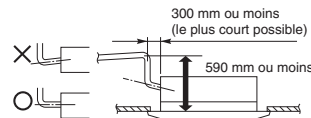

Fig. 3-12
- S'il est nécessaire d'augmenter la hauteur du tuyau de vidange, le tuyau peut être surélevé d'un maximum de 590 mm du bas du plafond. Ne pas le surélever de plus de 590 mm; cela pourrait entraîner des fuites d'eau. (Fig. 3-12)